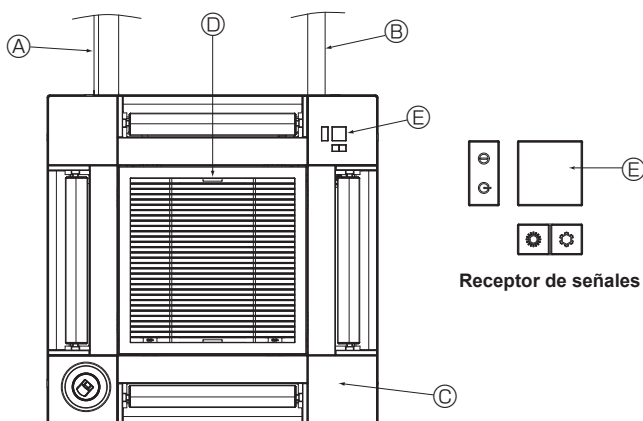

Fig. 10-17
10.6. Instalación de la rejilla de admisión (Fig. 10-17)